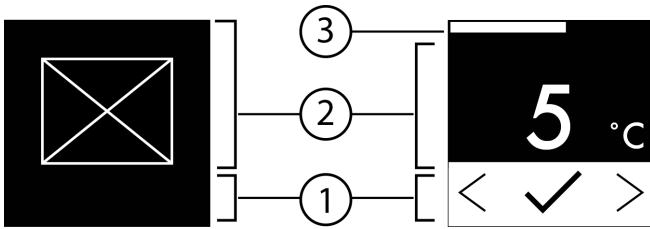

Fig. 6
- ▷ Durum: Etkinleştirilmiş Fig. 6 (1) kısa süreliğine alt menüde 1 görüntülenir.